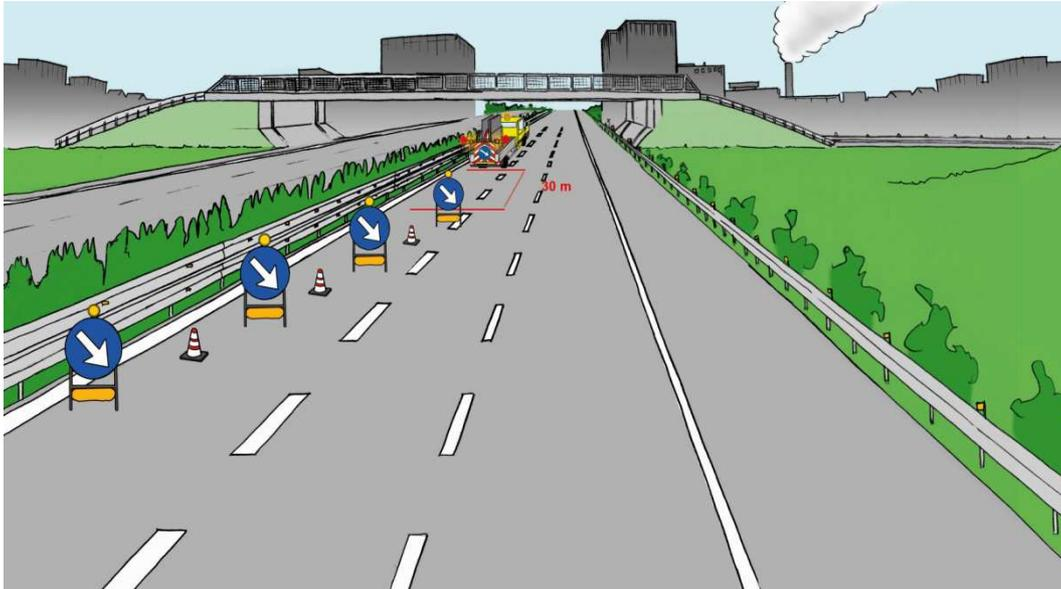

Fig. 6
- ✓ *parcheggiare il mezzo il più possibile vicino allo spartitraffico e ad una distanza di almeno **30 m** dall'ultima freccia posata; (vedi fig. 6)*